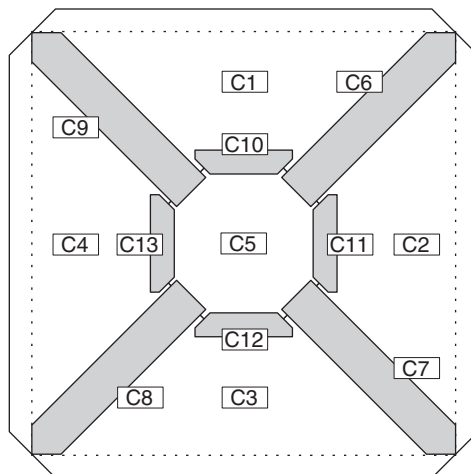

Abb. 3: Bodenplatte
Die Bodenplatte hat an allen 4 Seiten eine Klebelasche. Sie wird aus 4 trapezförmigen Teilen und dem aus der Vorderwand herausgelösten Achteck zusammengesetzt. Diese 5 Teile werden auf ihrer Rückseite durch 8 Verbindungsstücke miteinander verklebt (Abb. 3). Auf der dem Inneren des Gehäuses zugewandten Seite sind alle Teile schwarz, auch die Verbindungsstücke.
**Schritt 11:** Legen Sie die achteckige Bodenplatte [C5] mit der schwarzen Seite nach oben in die dafür vorgesehene Lücke, und zwar so, dass eine der schmaleren Klebmarkierungen unter dem überstehenden Ende des Verbindungsstücks liegt und alle Kanten spaltfrei aneinander stoßen. Kleben Sie sie unter dem Verbindungsstück fest. Fügen Sie dann die anderen Bodenplatten in gleicher Weise mit Hilfe der großen Verbindungsstücke an und kleben Sie zum Schluss noch die kleinen Verbindungsstücke auf die frei gebliebenen Kanten des Achtecks (s. Abb. 3).